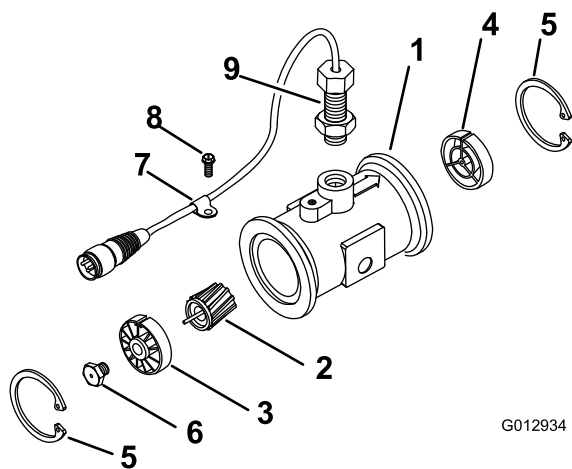

Figure 104
3. Retirez le circlip en amont (Figure 104).